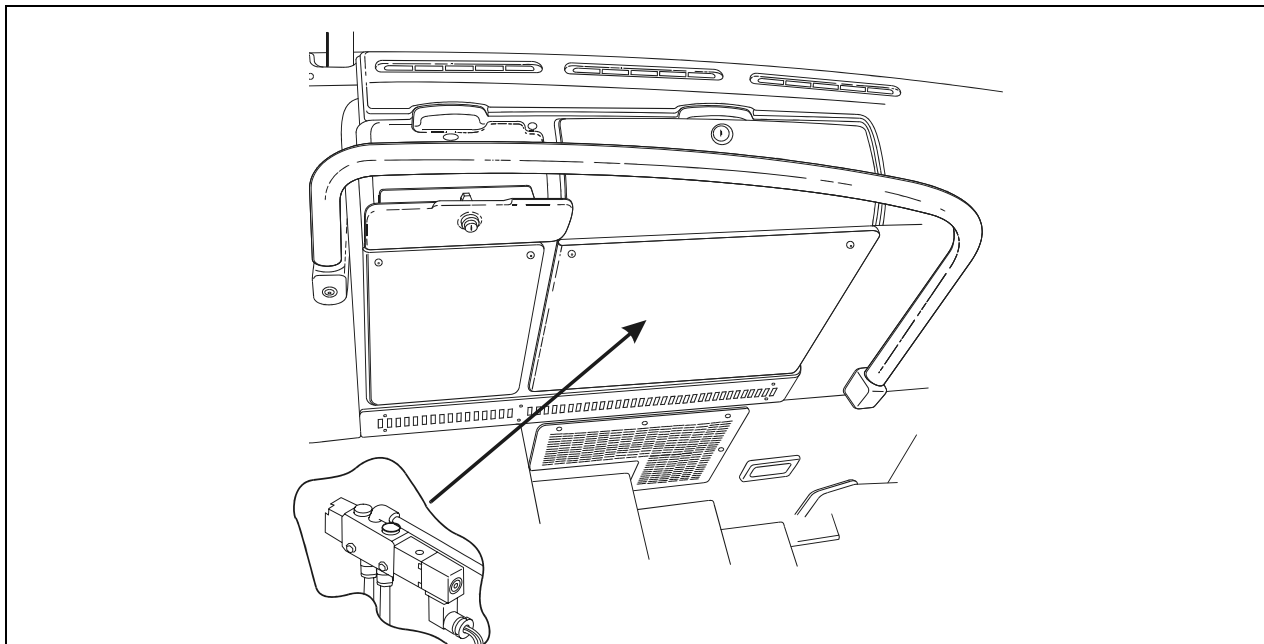

FIGURE 1: EMBLACEMENT DE L'ÉLECTROVANNE
1. Retirer le panneau d'accès à l'électrovanne (Figure 1).